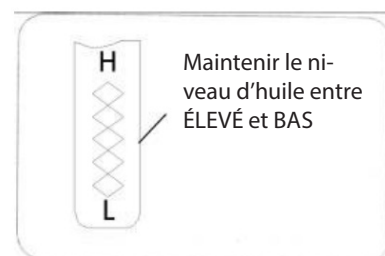

Figure 29
- Dévissez et retirez le bouchon de remplissage d'huile du tube de remplissage d'huile. Noter le niveau d'huile. Si la lecture d'huile sur la jauge est inférieure au repère « BAS », ajoutez lentement de l'huile jusqu'à atteindre le niveau « ÉLEVÉ », voir Figure 29.